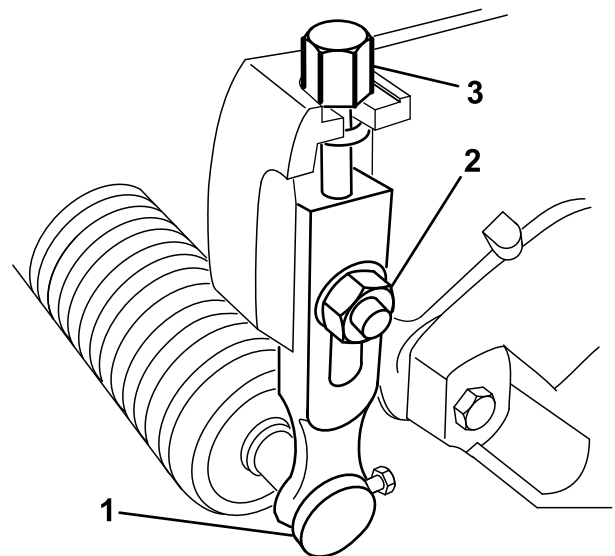

Figura 9
1. Afloje las contratuercas que sujetan los brazos de la altura de corte a las chapas laterales de la unidad de corte (Figura 9).